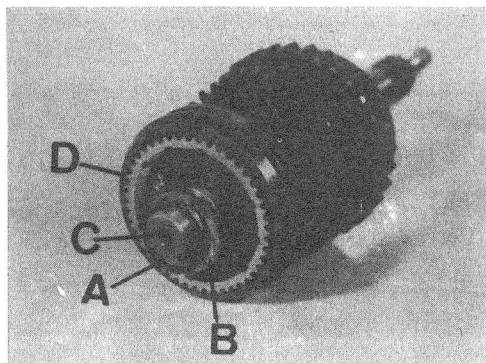

Fig. C1-120 Conjunto eje principal
- 1.2. Desmontar el anillo elástico, A (Fig. C1-120) y las arandelas de ajuste, B, del eje principal, C.
- 1.3. Extraer el conjunto sincronizador, D (Fig. C1-120) de 3a y 4a velocidad, teniendo la precaución de que éste no se descomponga al extraerlo.